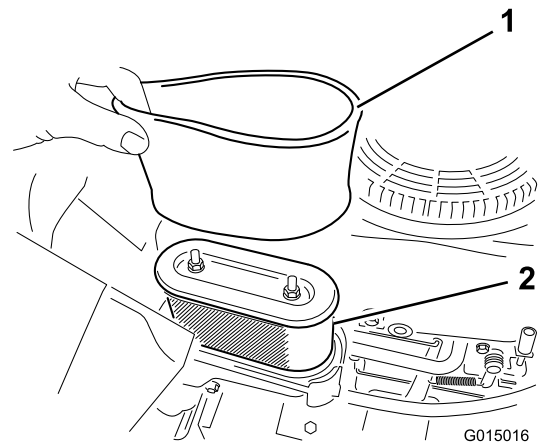

Figura 33
5. Retire cuidadosamente los elementos de gomaespuma y papel de la carcasa del limpiador de aire (Figura 33).
**Nota:** Si está muy sucio, cambie el elemento de papel (Figura 33).
1. Instale el filtro de gomaespuma sobre el filtro de papel (Figura 33).